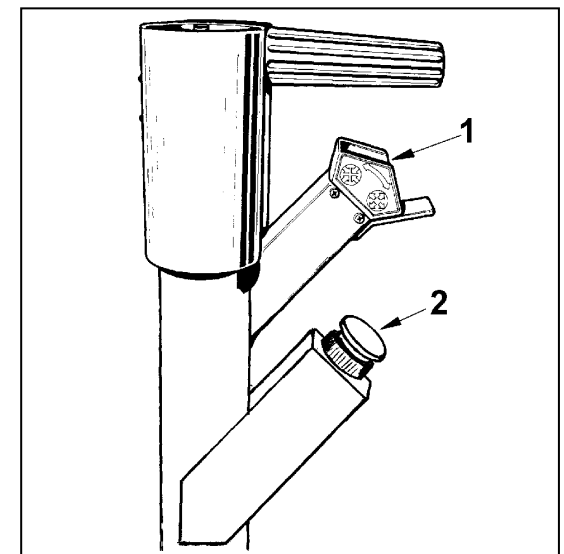

Fig.14
8. To open and close the chuck, operate the appropriate control (#1 Fig.14).
9. Press the Emergency STOP button (#2 Fig.14); this renders all controls inoperative.
8. Pour ouvrir et fermer le centreur automatique, agir sur le manipulateur (#1 Fig.14).
9. Appuyer sur l'interrupteur de secours (#2 Fig.14): toute les commandes sont inactivées.
8. Zum Öffnen und Schließen des Spannfutters den entsprechenden Steuerhebel (#1 Abb.14) betätigen.
9. Den Not-Aus-Schalter (#2 Abb.14) betätigen: alle Steuerungen sind nicht mehr aktiv. Den Not-Aus-Knopf gegen den Uhrzeigersinn drehen und den Rückstellknopf am Schaltkasten drücken, um die normalen Betriebsbedingungen wieder herzustellen.